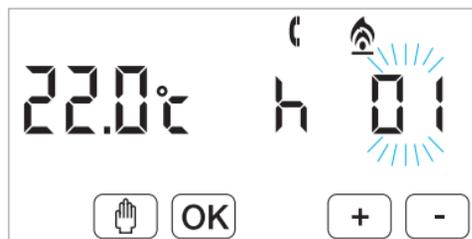

fig. 40
17.3 Premere il tasto touch > per posizionarsi sul simbolo del Telefono e premere OK per conferma fig.40